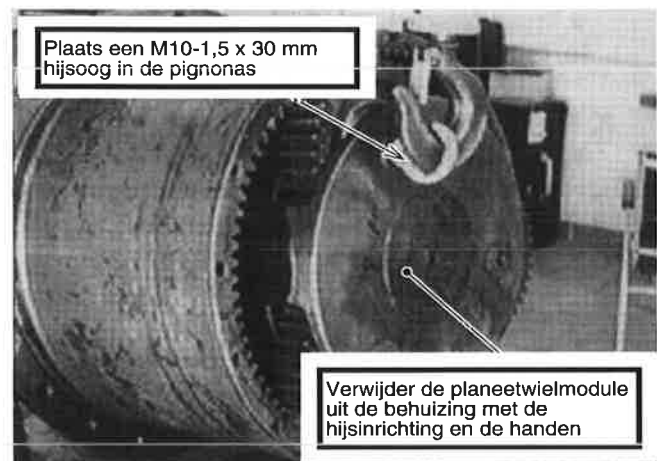

Fig. 8-8
13. Verbind de hijsinrichting met de M10-hijsogen en trek de kabel of de ketting strak. Zie Fig. 8-8.
14. Maak de planeetwielmodule met de hand voorzichtig los van de behuizing. Zie Fig. 8-8.